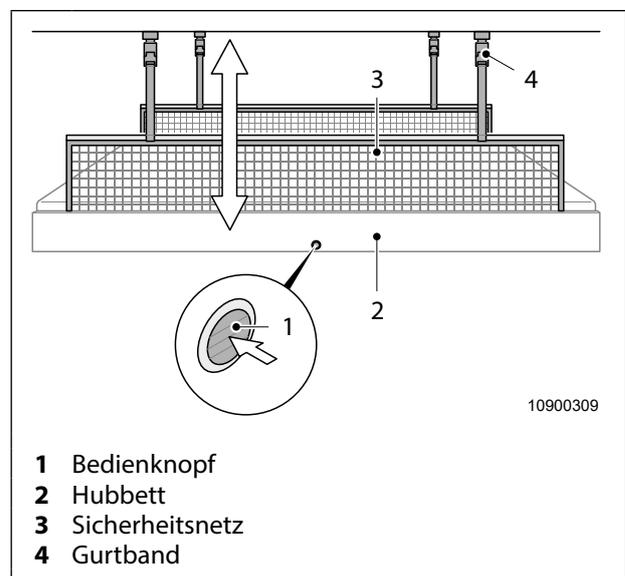

Abb. 30 Hubbett
1. Hubbett leicht anheben und den Bedienknopf (Abb. 30, Pos. 1) drücken.
2. Bedienknopf (Abb. 30, Pos. 1) gedrückt halten und das Hubbett nach unten ziehen.
3. Bei der gewünschten Position den Bedienknopf (Abb. 30, Pos. 1) loslassen.
4. Sicherheitsnetz (Abb. 30, Pos. 3) mit den Gurtbändern (Abb. 30, Pos. 4) oben sichern.
5. Bei geöffneter Hecktür das zweite Sicherheitsnetz (Abb. 30, Pos. 3) mit den Gurtbändern (Abb. 30, Pos. 4) oben sichern.